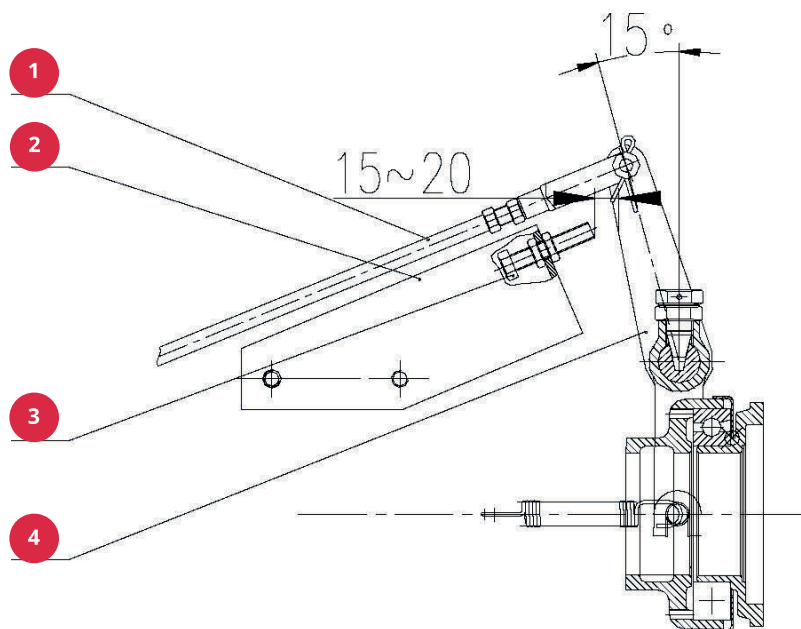

Рис. 4-18. Ограничительный винт муфты сцепления BOM
3. Регулировка ограничительного винта муфты сцепления BOM: (с правой стороны картера трансмиссии, рис. 4-18).